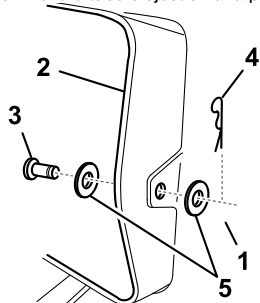

Figure 18
6. Relevez le bac à herbe et retirez la goupille fendue, les 2 rondelles et l'axe de chape qui fixent le tube d'éjection à la plaque arrière (Figure 18).
15. Relevez le bac à herbe et remettez l'axe de chape, les 2 rondelles et la goupille fendue qui fixent le tube d'éjection à la plaque (Figure 18).
6. Relevez le bac à herbe et retirez la goupille fendue et l'axe de chape qui fixent le tube d'éjection à la plaque arrière (Figure 18).
12. Relevez le bac à herbe et remettez l'axe et la goupille fendue qui fixent le tube d'éjection à la plaque arrière (Figure 18).